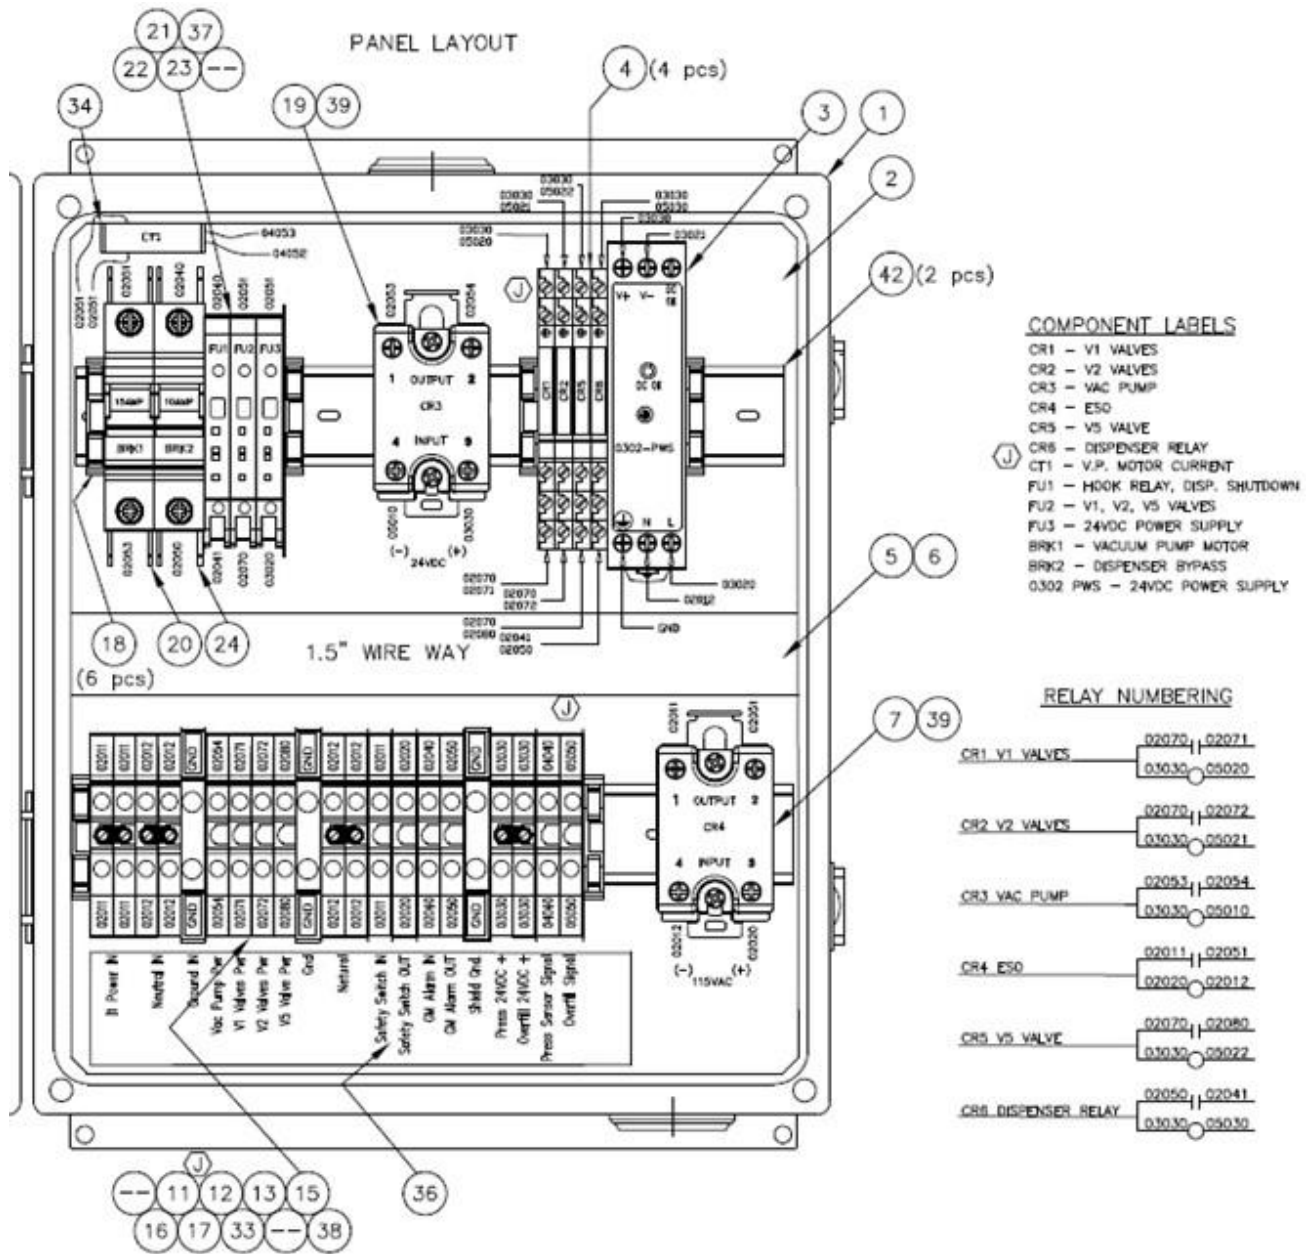
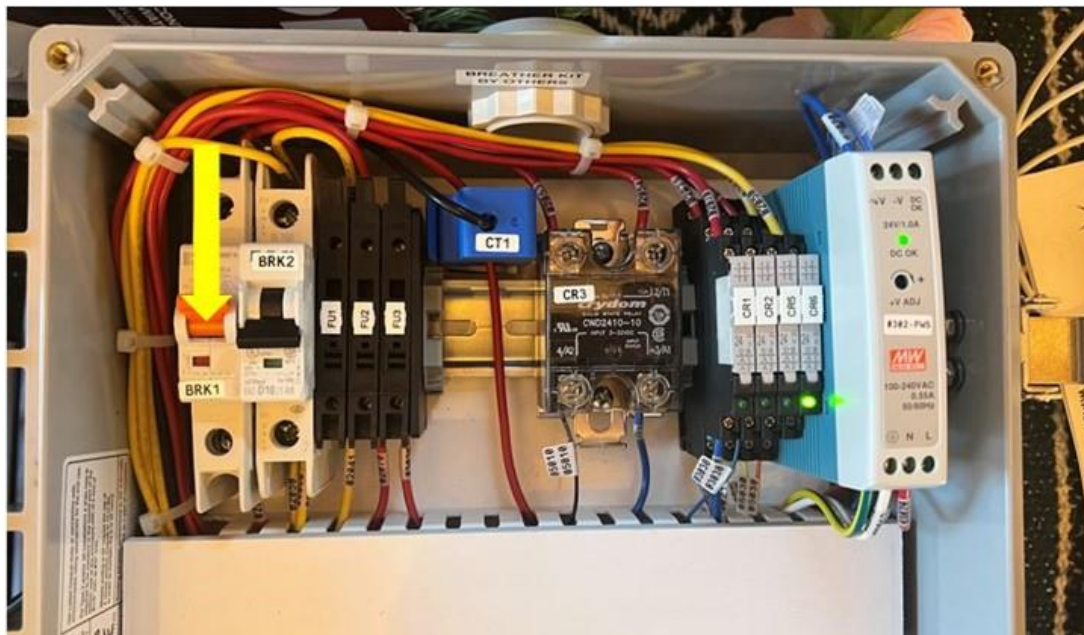
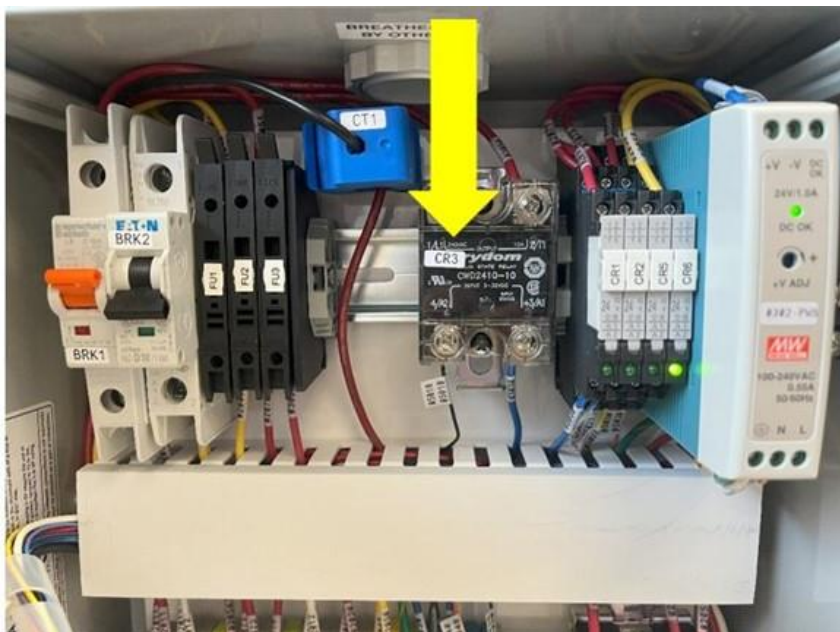

Figura 9-2: Panel de control VST, piezas de repuesto del panel interior
Figura 9-3: Bomba de vacío BRK1
Figura 9-6: Relé de estado sólido de la bomba de vacío
- Ver la figura 9-2
- **Vea la Figura 9-3.**
5. Encuentre el disyuntor del motor de la bomba de vacío (**Vea la Figura 9-2, elemento n.º 20**) y tome nota de los números y ubicaciones de los cables. **Vea la Figura 9-3.**
- **Vea la figura 9-3.**
3. Asegúrese que el interruptor del disyuntor se encuentre en la posición hacia arriba. **Vea la Figura 9-3.**
5. Encuentre el relé de estado sólido de la bomba de vacío (vea la **Figura 9-2, elemento n.º 19**) y tome nota de los números y ubicaciones de los cables. **Vea la Figura 9-6.**
6. Utilice un destornillador para retirar los cuatro cables. **Vea la Figura 9-6.**
- **Vea la figura 9-6.**
3. Vuelva a instalar los cables en los contactos correspondientes. Los cables de VDC inferiores deben instalarse como se muestra en la **Figura 9-6** debido a la polaridad.